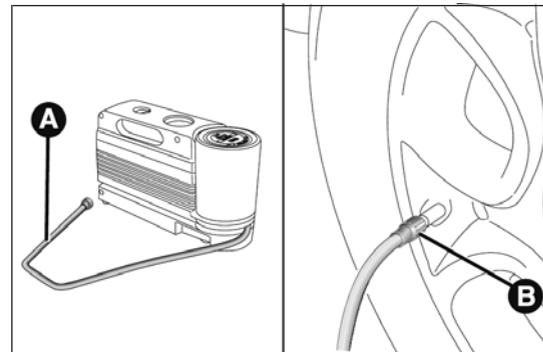

fig. 161
- Serrer le frein à main.** Dévisser le capuchon de la valve du pneu, enlever le tuyau flexible de remplissage A fig. 161 et visser la bague B sur la valve du pneu ;